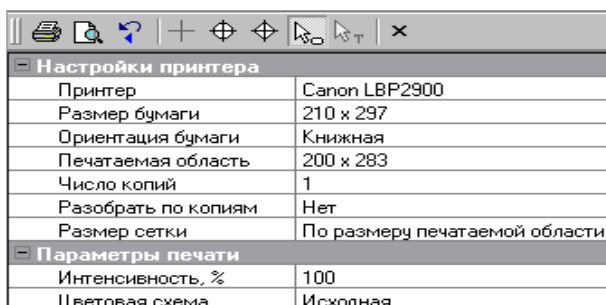

Рис. 30.7
- В окне параметров задайте настройки принтера и параметры печати (рис. 30.7).